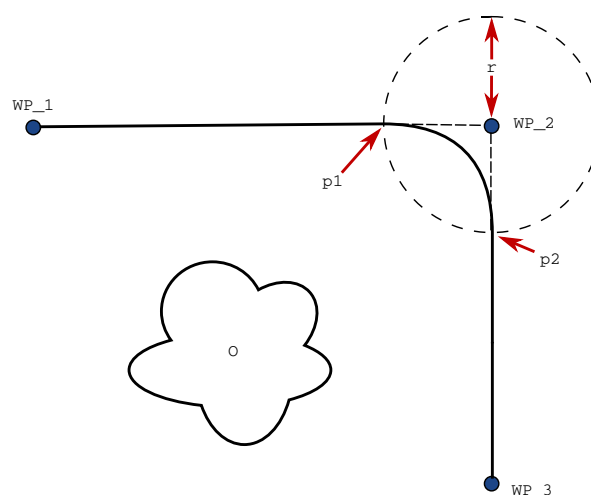

FIGURE 15.3 – Mélanger sur WP\_2 avec rayon  $r$ , position de lissage initiale à  $p1$  et position de lissage finale à  $p2$ . O est un obstacle.
**Paramètres de lissage** À part depuis les points de passage, plusieurs paramètres influenceront la trajectoire du lissage (voir la figure 15.3) :